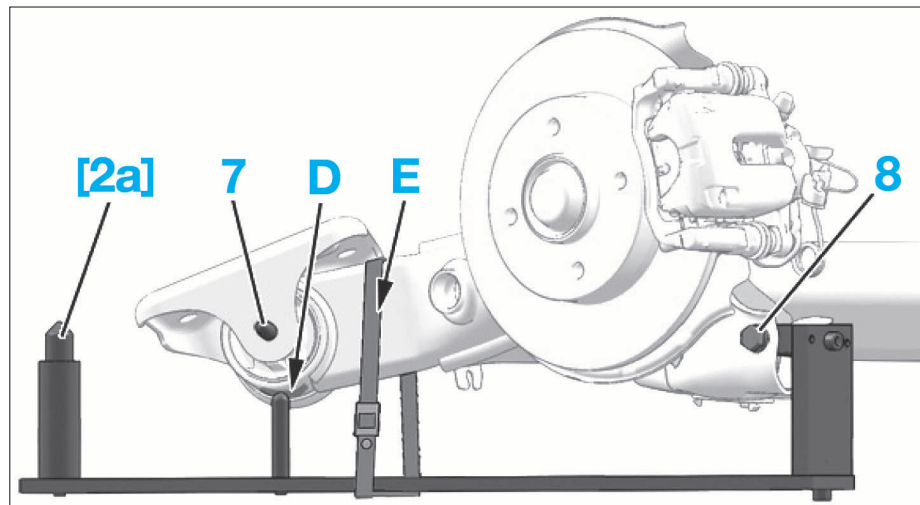

FIG. 50
- De chaque côté (Fig.50) :
- desserrer la vis (7),
- monter l'outil [2a] sur la fixation inférieure de l'amortisseur à l'aide de la vis (8),